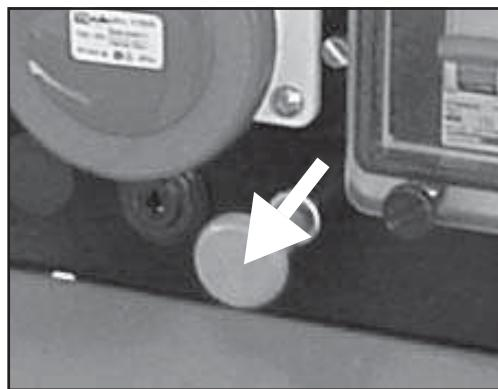

Fig. 8
- 3) Versione motore Rugggerini: Tirare il pomello posto sul pannello comandi (vedi fig.8); attendere il completo spegnimento del motore; riportare la chiave sulla posizione "OFF".